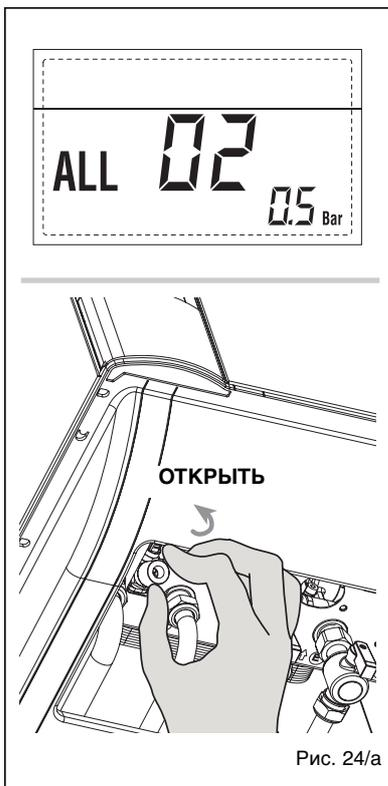

Рис. 24/а
**– НЕПОЛАДКА ВЫСОКОГО ДАВЛЕНИЯ ВОДЫ «ТРЕВ 03»** (рис. 24/б)